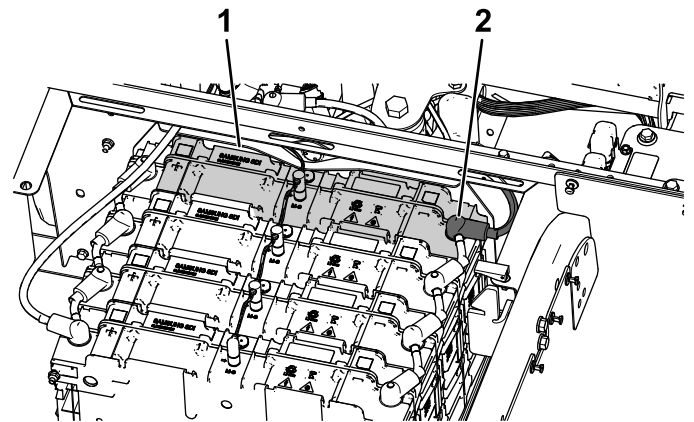

Figura 42
- Retire el protector del borne negativo (-) de la batería delantera (Figura 42).